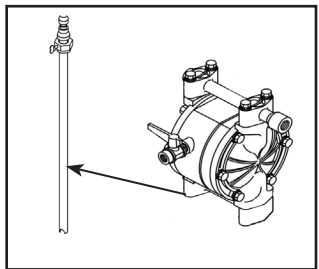

Figure 18
- Retirez les 4 boulons de retenue du collecteur d'admission et retirez le collecteur de sortie. (voir figure 18)